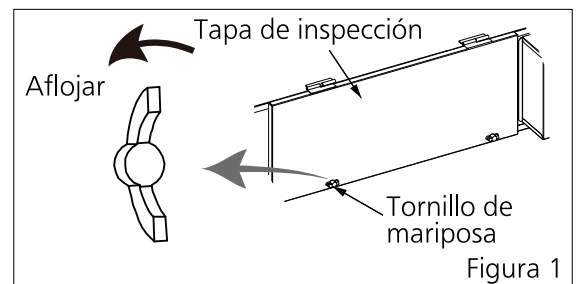

Figura 1
- ① Afloje los tornillos de mariposa que fijan la tapa de inspección. (Figura 1)